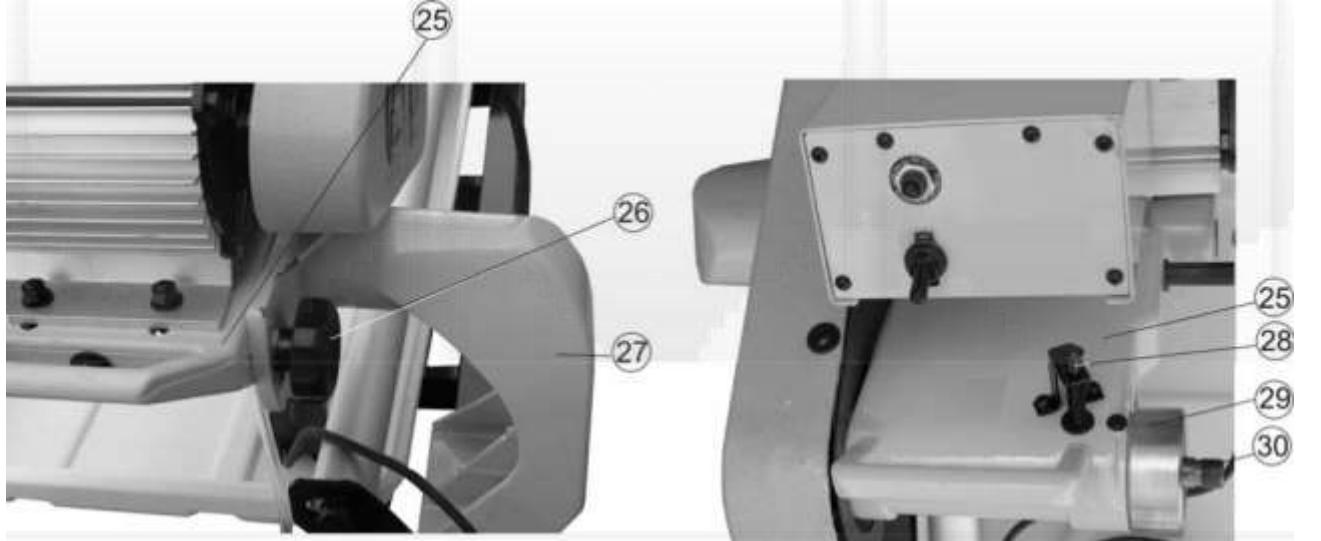

Рис.4.
9.3. На посадочное место (29) блока двигателя (25) установите и винтом крепления (17) закрепите защитный кожух (19), Рис.4,5.